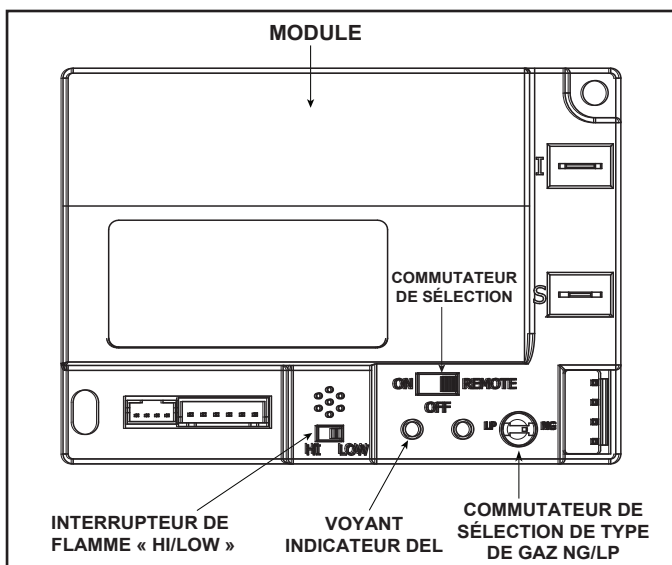

Figure 3.6 Module de commande
1. Le module de commande est équipé d'un commutateur de sélection ON/OFF/REMOTE (marche/arrêt/télécommande) qui doit être réglé. Voir la figure 3.6.
2. Si un interrupteur mural câblé est utilisé quand le mode à « REMOTE » du module est activé, la hauteur des flammes peut être réglée au moyen du commutateur de sélection « HI/LO » du module. Voir la figure 3.6. Notez que le commutateur de sélection de flamme « HI/LO » sera désactivé une fois la télécommande optionnelle (RC200/RC300) programmée au module de commande. Notez que le module de commande allumera toujours le foyer à « HI » et conservera ce réglage pendant les 10 premières secondes de fonctionnement. Si le commutateur « HI/LO » est en position « LO », la hauteur de flamme se réglera automatiquement au minimum après 10 secondes. Une fois ces 10 secondes écoulées, la hauteur de la flamme peut être ajustée entre ÉLEVÉ et BAS au moyen du commutateur.
- Localisez le module du commutateur de sélection. (Voir la figure 3.6.).
- Attendez cinq (5) minutes pour dissiper les gaz.